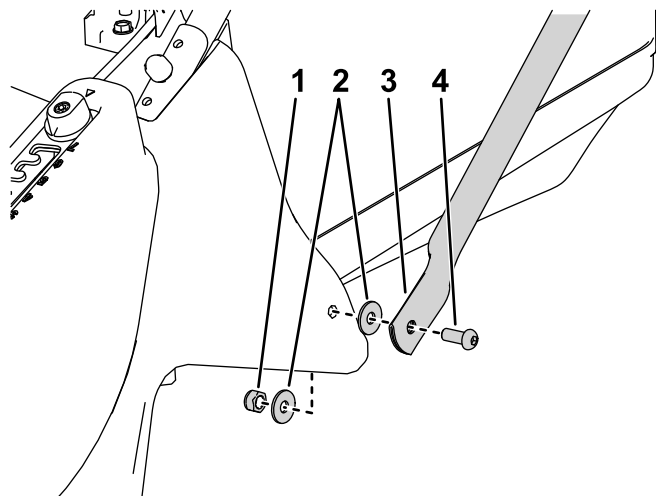

Figura 5
3. Montate la parte inferiore delle stegole di ancoraggio su ogni lato del piatto di taglio utilizzando un bullone corto, rondelle piane all'interno e all'esterno del piatto di taglio e un dado di bloccaggio (Figura 5).